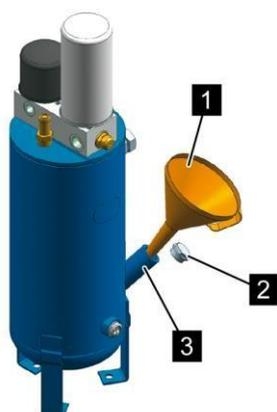

Рис. 45: Заливной штуцер
8. При помощи воронки (Рис. 45/1) залейте охлаждающую жидкость до заливной кромки заливного штуцера (Рис. 45/3).
10. Вставьте резьбовую пробку наливного отверстия (Рис. 45/2) и затяните ее ☞ Приложение В «Моменты затяжки винтов» на странице 153.